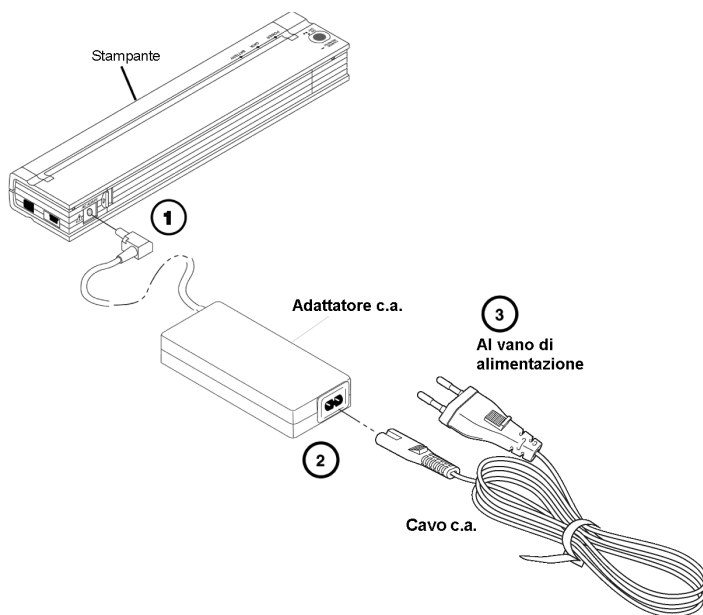

Figura 2. Collegamento della stampante a una presa di corrente c.a.
1. Collegare l'adattatore c.a. alla stampante come indicato nella Figura 2.